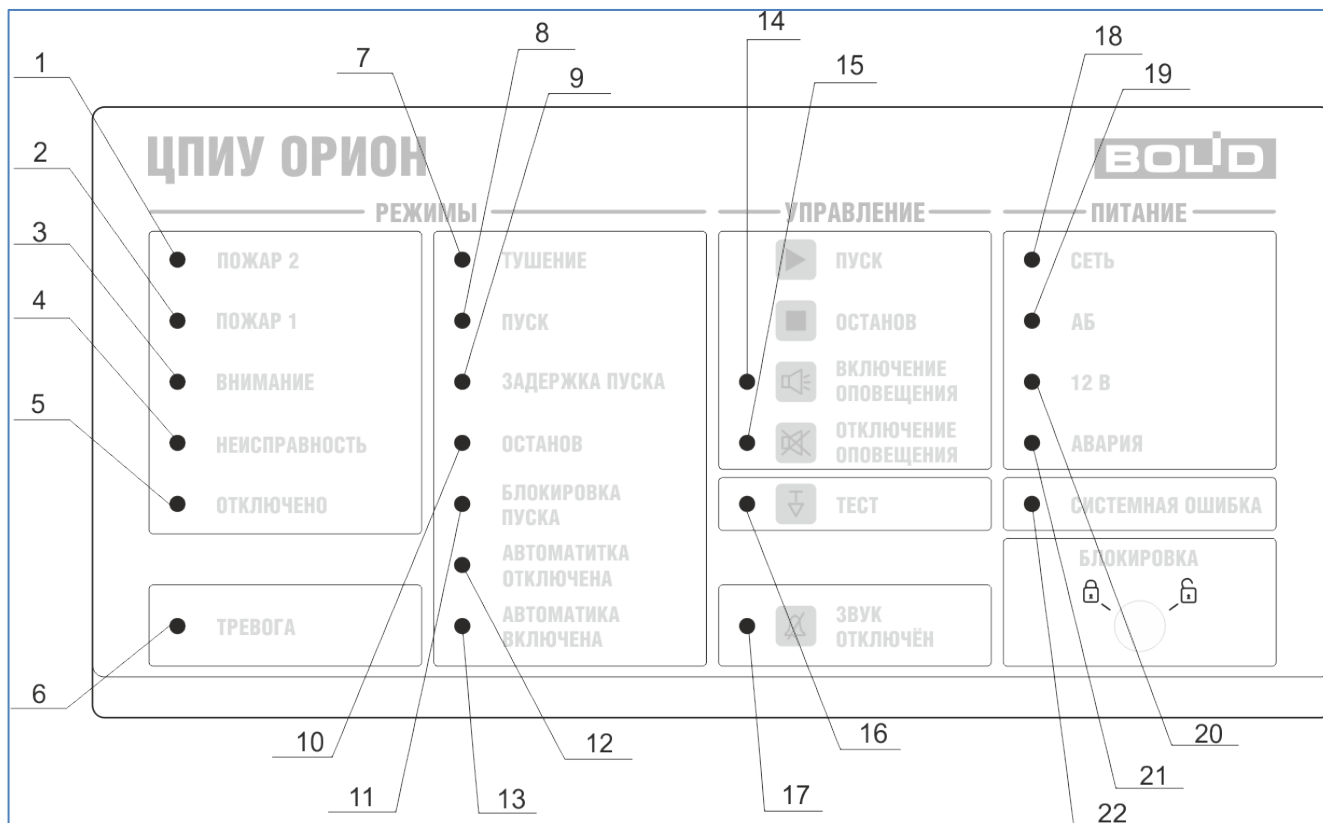

Рисунок 1. Расположение световых индикаторов
2.9 На передней крышке пульта имеется 22 световых индикатора (Рисунок 1). Индикаторы с 1 по 13 являются индикаторами обобщённых состояний системы, которые предназначены для индикации режима работы пульта. Вспомогательные индикаторы с 14 по 17 предназначены для отображения режимов включения/отключения заданных зон оповещения, режима тестирования устройства, а также индикации отключения озвучивания текущих тревог. Индикаторы с 18 по 22 являются индикаторами состояния источников питания и аварийных состояний пульта. Режимы свечения индикаторов приведены в таблице 1.